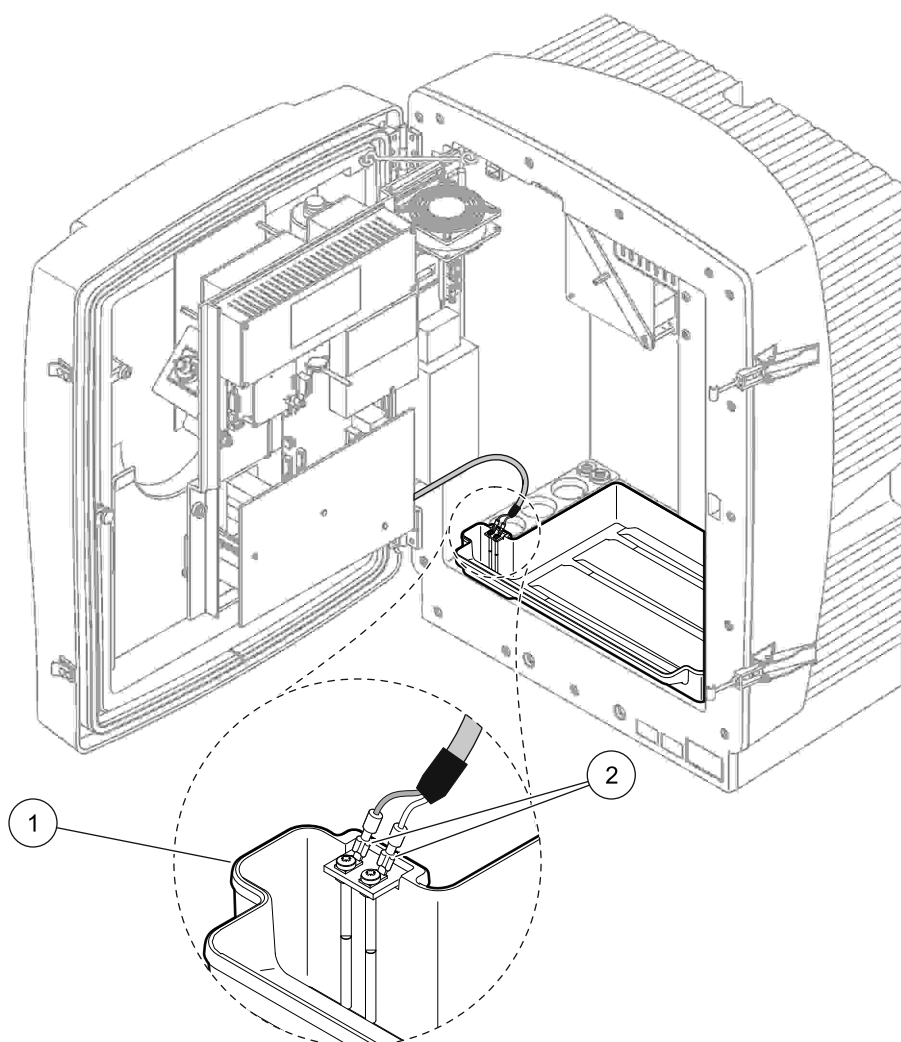

Figura 12 Ligue o sensor de humidade
3. Ligue os fios do sensor de humidade ao suporte de recolha (Figura 12).